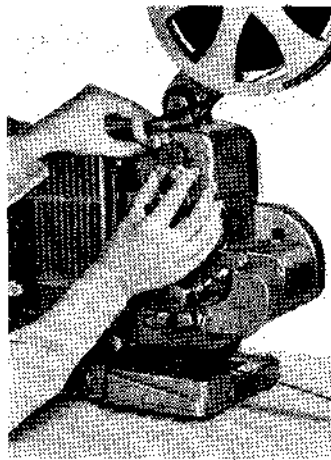

Bild 20
6. Film unter der oberen Zahntrommel mit den Zähnen in Eingriff bringen und Andruckrollen anlegen (Bild 20).